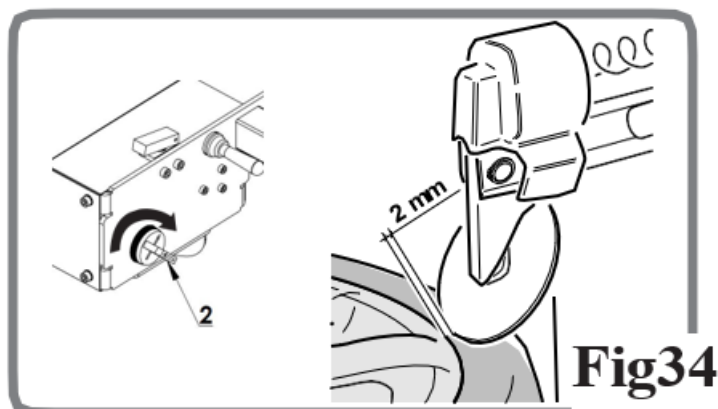

Fig34
- Når den ønskede afstand er opnået (der bør være en afstand på 2–3 mm mellem fælgekanten og dæksidebryderskiven), betjen kontrol (2, Fig34) for at forhindre yderligere vandret bevægelse.